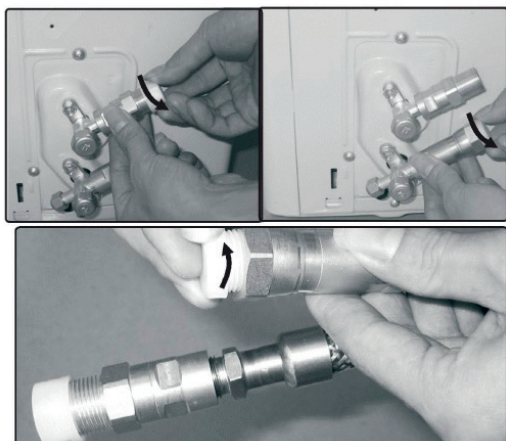

Fig. 6.2
2. N'enlevez pas les joints en plastique de l'unité extérieure et les tuyaux frigorifiques adaptés jusqu'au tout dernier moment avant de les raccorder, Fig.6.2.